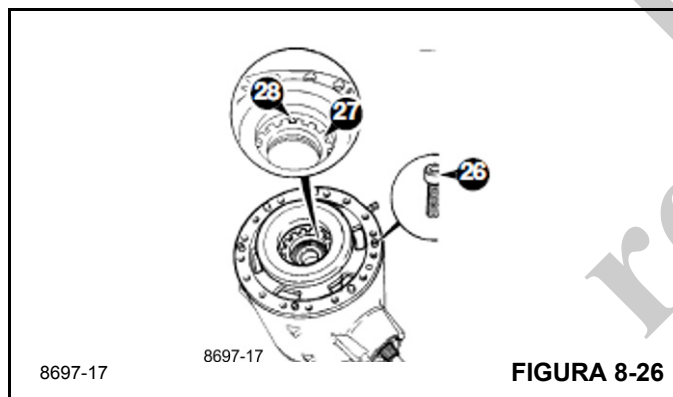

FIGURA 8-26
26. Aplique selante Loctite 574 na face de contato da cabeça de acionamento, depois instale a carcaça do pistão do freio. Garanta que as marcas de correspondência feitas durante a desmontagem estejam alinhadas. Instale os parafusos (Figura 8-26). Aperte-os com um torque de 56 Nm (42 lb-pé). (Aplica-se a ambas as carcaças do pistão.)